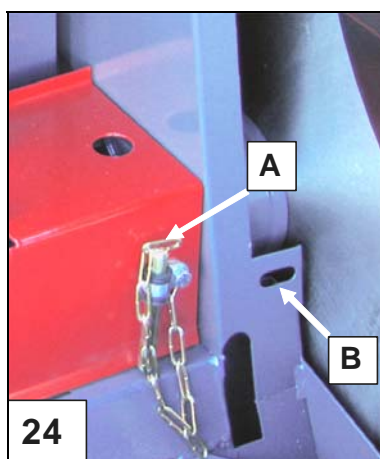

Fig. 24. Retrait de la lame à tronçonner
3. Insérez une clavette A dans l'orifice B indiqué par la flèche (Figure 24) pour empêcher la rotation de la lame de scie et ôtez l'écrou à filetage à droite à l'aide d'une clé de 36 mm. Le filetage de l'écrou est M 24 x 2.